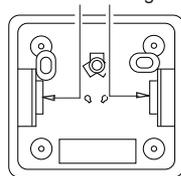

Figura 25 - Vista posterior de la base del termostato
5. Introduzca los cables eléctricos a través de las ranuras rectangulares de ambos lados de la base (consulte la figura 25).